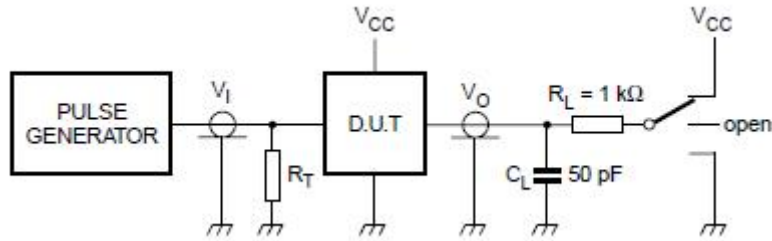

图 6.测试开关速度的负载电路
3.3.4、交流参数 1 (Tamb=25°C, GND=0, t_r=t_f=6.0ns, C_L=50pF, 见图 6)
3.3.5、交流参数 2 ($T_{amb}=-40\sim+85^{\circ}C$, $GND=0$, $t_r=t_f=6.0ns$, $C_L=50pF$, 见图 6)
3.3.6、交流参数 3 ($T_{amb}=-40\sim+125^{\circ}C$, $GND=0$, $t_r=t_f=6.0ns$, $C_L=50pF$, 见图 6)